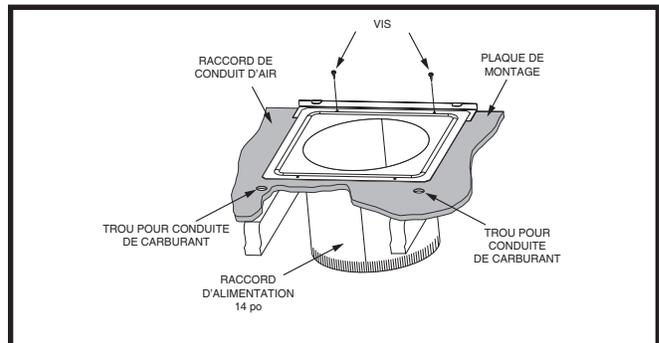

Figure 13. Raccord de conduit circulaire installé
3. Installez la plaque de montage sous la surface arrière du raccord de conduit. Voyez la Figure 13 \(page 8\).